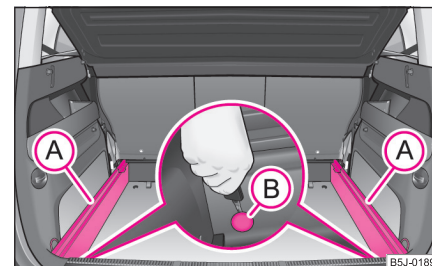

Abb. 6 Gepäckraum: Sicherungspunkte lösen
- Lösen Sie den Sicherungspunkt **(B)** an den Tragschienen mit dem Fahrzeugschlüssel bzw. mit einem flachen Schraubendreher ⇒ Abb. 6.